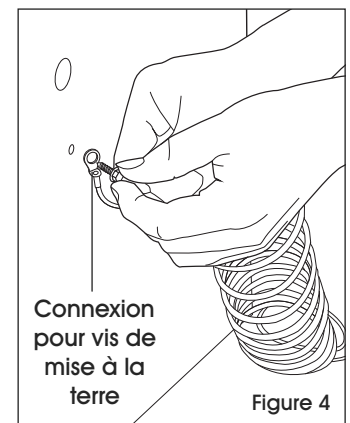

Figure 4
2. Use a 5/16" (8 mm) wrench or nut driver to loosen screw. (See Figure 4) Attach the ground wire and retighten screw.
2. Desserrez la vis à l'aide d'une clé de 8 mm (5/16 po) ou d'un tourne-écrou. (Voir Figure 4) Fixez le câble de mise à la terre et resserrez la vis.
4. Pour la mise à la terre intérieure de l'armoire, il est important d'assurer une bonne continuité électrique par l'intermédiaire d'un contact métal sur métal des conducteurs de terre lors de la distribution de liquides. (Voir Figure 4)